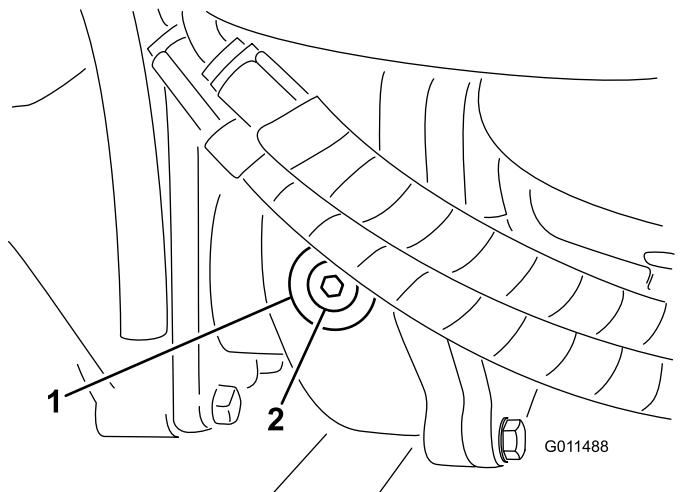

Figura 17
2. Retire el tapón de verificación/llenado del lado izquierdo de la caja de engranajes (Figura 17) y asegúrese de que el lubricante llega al borde inferior del orificio. Si el nivel es bajo, añada suficiente lubricante para que el nivel llegue al borde inferior del orificio.